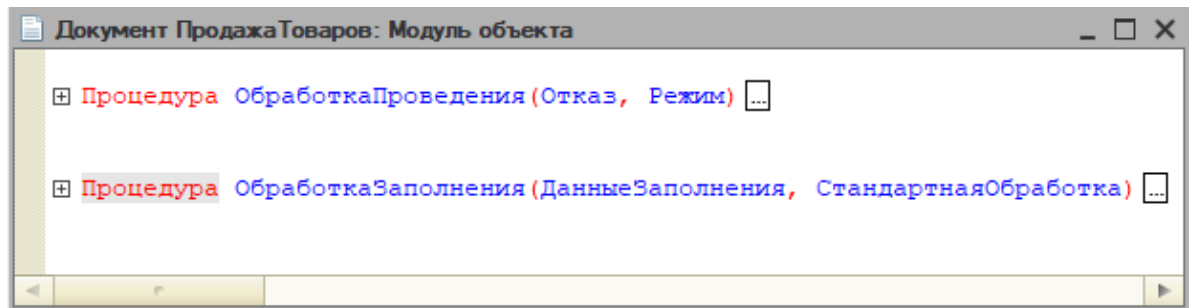

Рис. 5.67. Модуль объекта документа «ПродажаТоваров»
- «ОбработкаЗаполнения» реализует конструктор движений механизма «Ввод на основании» (рис. 5.67).